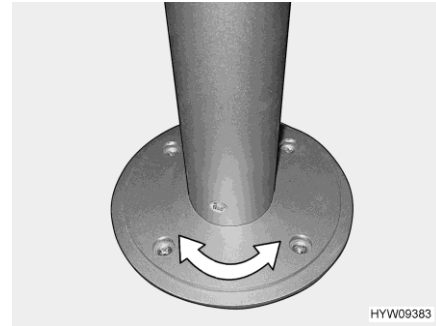

Fig. 81 Pied de table colonne (pivotant)
- Tourner le plateau de table dans la position désirée. Un certain effort est pour cela nécessaire car le plateau de table tourne dans le sens inverse de la résistance au frottement sur le pied de table colonne (Fig. 81).